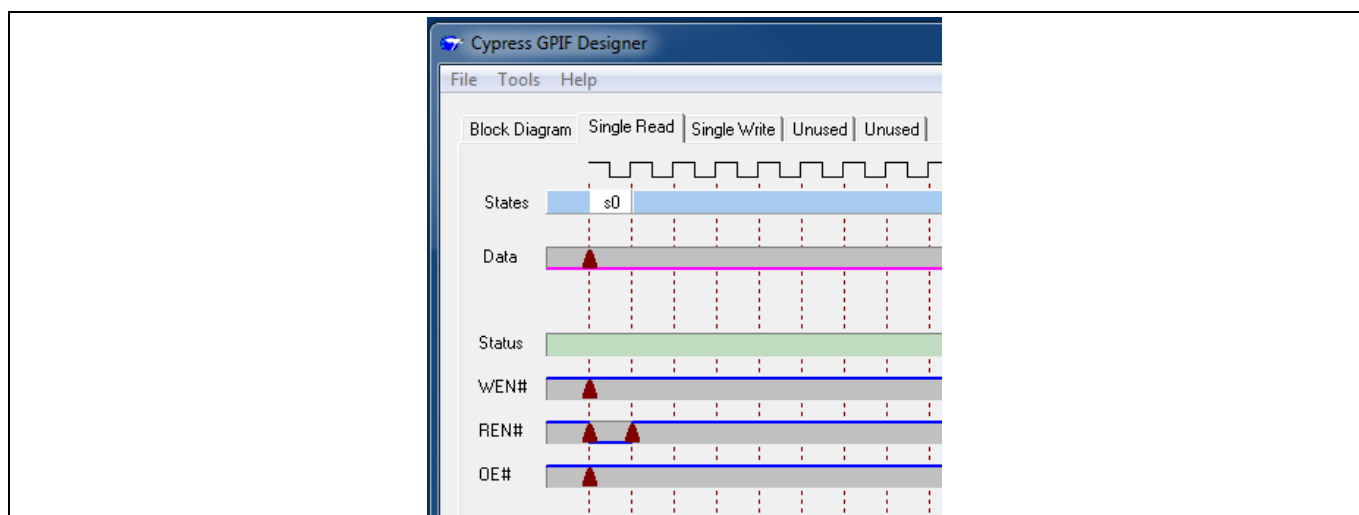

Figure 47 REN# 在一个时钟内有效
2. 右击 REN# 跟踪中的第一个时钟，并选择 **Low (0)**。点击离左边界一个时钟周期的 REN# 跟踪，在此处放置一个操作点并创建 REN# 脉冲。自动生成状态 0 (s0)，并会持续一个 IFCLK 周期 (20.83 ns)。因此，REN# 在 20.83ns 时间内有效 (Figure 47)。